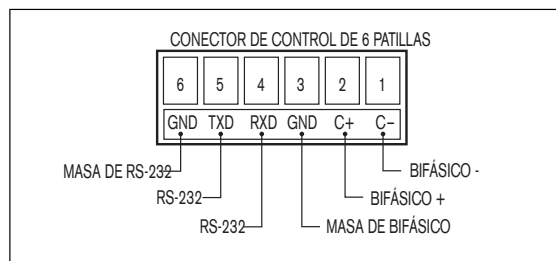

Figura 3 Control del distribuidor
1. Desenchufe el conector CONTROL de 6 patillas (Figura 3) del módulo AutoTracker.